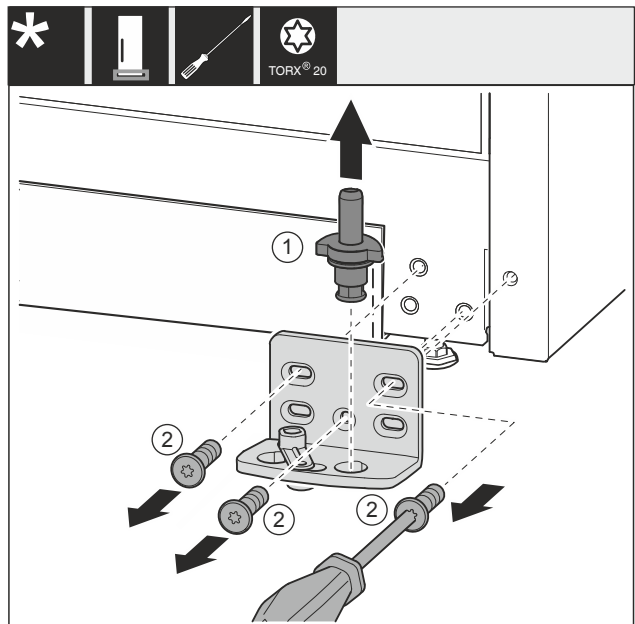

Fig. 33 *
- Lagerbout Fig. 33 (1) volledig naar boven toe wegtrekken.*
- Schroeven Fig. 33 (2) met schroevendraaier er uit draaien en het lagerbok wegnemen.*